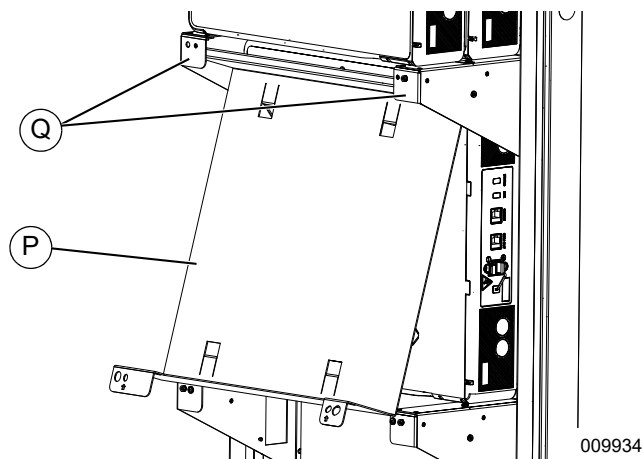

Figura 4-25. Instalación del separador de módulo (1 de 3)
1. Consulte la **Figura 4-25**. Coloque la parte superior del separador (P) en ángulo debajo y detrás del reborde del soporte (Q).